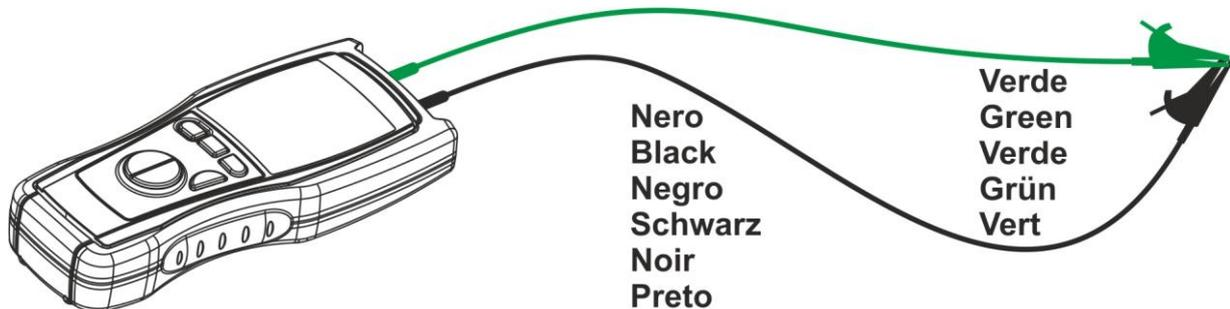

Fig. 6: Conexão dos terminais durante o procedimento de calibração
2. Curto-circuitar as extremidades dos cabos de medida (ver Fig. 6) tendo atenção para que as partes metálicas das ponteiros ou dos crocodilos façam um bom contacto entre si.